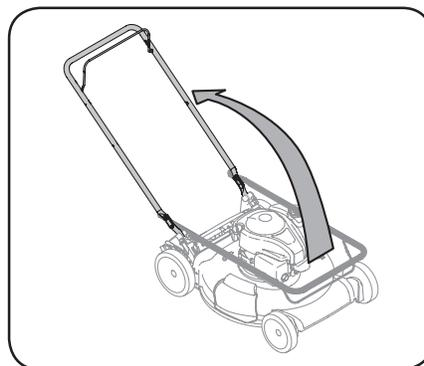

Figure 2-2
3. Assurez-vous que la tondeuse est stable, puis relevez la partie supérieure du guidon. Voir Figure 2-2. Veillez à ne pas pincer le câble lorsque vous relevez le guidon.